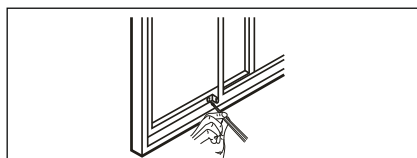

Rys. 20
3. Zamknąć przesuwne skrzydło okienne, aby przylegało do regulowanego panelu okiennego (rys. 20).
4. Dokręcić dwa wkręty 1/2", aby przymocować regulowany panel do skrzydła okiennego (rys. 20).
5. Dokręcić dwa wkręty 3/4", aby przymocować regulowany panel do parapecetu (rys. 20).